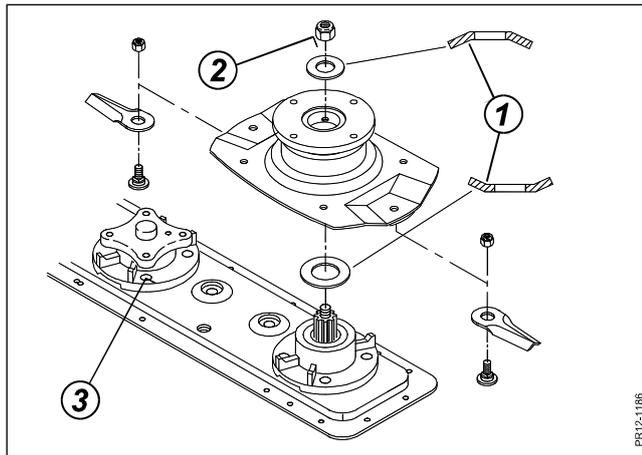

Fig. 5-15
- Fig. 5-15** Federscheibe (1) über der Eingangsscheibe wie gezeigt mit der gebogenen Seite nach oben drehen.